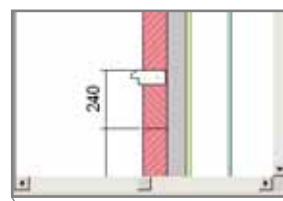

Рис. 8. Врежем карниз в структуру стены
8. В окне предварительного просмотра появится бетонный карниз (рис. 8).